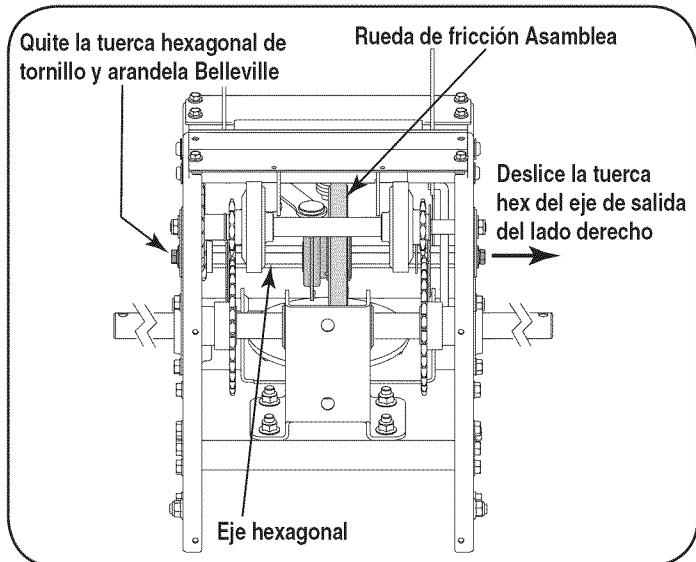

Figura 37
- El uso de un 3 / 4 "Llave, mantenga el eje hexagonal y extraiga el tornillo hexagonal y arandela Belleville y teniendo de lado izquierdo del marco. Consulte la Figura 37.